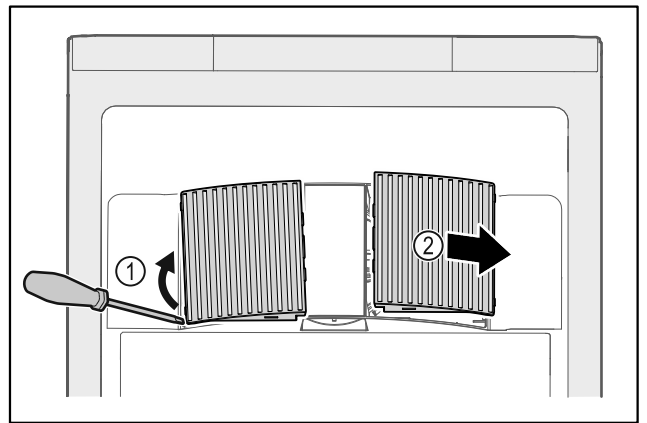

Fig. 173
- ▶ Óvatosan feszegesse le a ventilátor burkolatait oldalról Fig. 173 (1), és emelje le őket előre felé Fig. 173 (2).